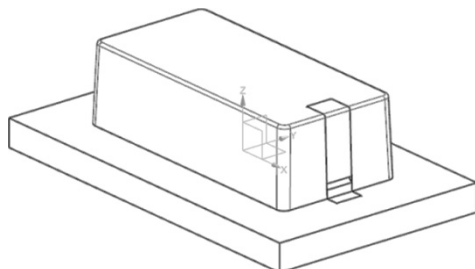

图 10-17 创建求交特征
(33) 选取“菜单|插入|组合|求交”命令，选取拉伸体为目标体，工件为刀具体，在【求差】对话框中勾选“☒保存工具”复选框，创建求交特征，如图 10-17 所示。